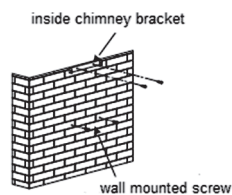

Рис. 2
4. Установите в отверстия заглушки, ввинтите в заглушки 2 винта ST4 X 30 мм на половину их длины для крепления корпуса вытяжки. См. рис. 2.